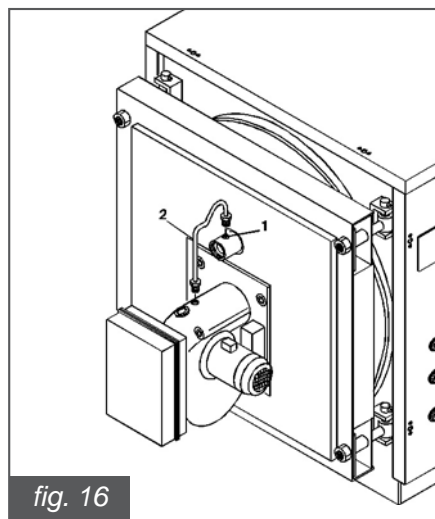

fig. 16
El testigo control llama está provisto de una unión roscada de 1/8" (pos. 1, fig. 16) en el cual está montada una toma de presión de 9 mm. a utilizarse con tubo de silicona para las medidas de contrapresión en cámara de combustión.